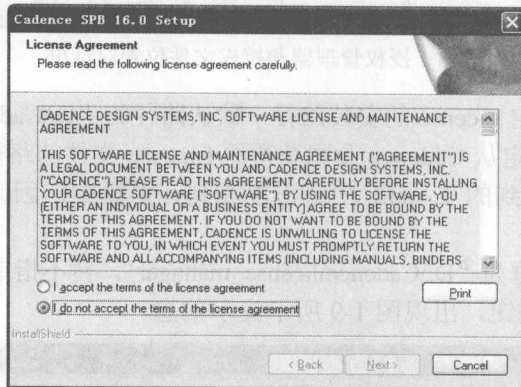

图1-6 【License Agreement】窗口
(2) 当进度条达到 100%后, 出现如图 1-6 所示的提示信息。在继续安装前, 仔细阅读这些条款, 如果接受则选择 “I accept the terms of the license agreement” 选项, 继续安装; 否则选择 “I do not accept the terms of the license agreement” 选项, 系统会自动退出 License Manager 的安装。